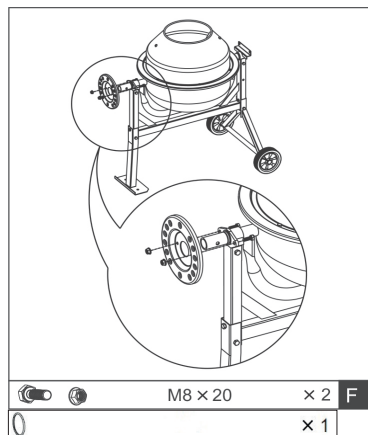

Fig.10
7. Un anillo espiral está premontado. Retire el anillo espiral del eje. A continuación, deslice la placa de bloqueo en el extremo más largo del eje. El bastidor de la placa apunta hacia el interior. Deslice la placa sobre el eje. Deslice el anillo espiral sobre el eje. Fije la placa de bloqueo con dos tornillos del tipo M8x20 (F), Fig.10.